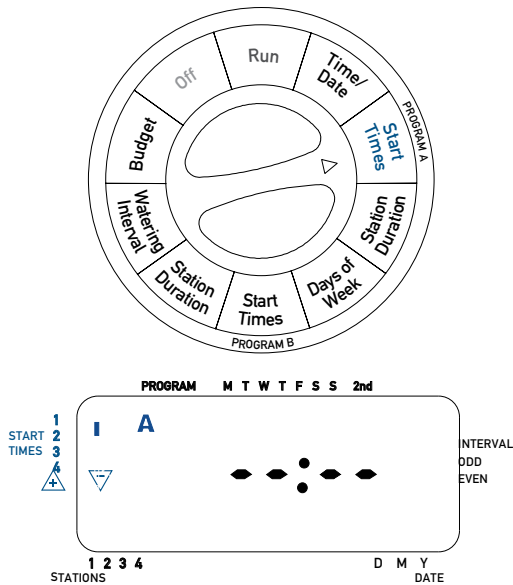

Figura 3: Display a cristalli liquidi con orario d'inizio
- Ruotare il quadrante fino alla posizione "**CYCLE START TIMES (ORARIO D'INIZIO DEL CICLO)**" nel "Programma A". Il display visualizzerà una "A" ed un cursore lampeggiante apparirà sul lato di "Cycle Start Time 1" (sul lato sinistro del display a cristalli liquidi). Se ciò non avviene, premere **NEXT (PROSSIMO)** finché il cursore appare sul lato di "Cycle Start Time 1". [vedi Figura 3]